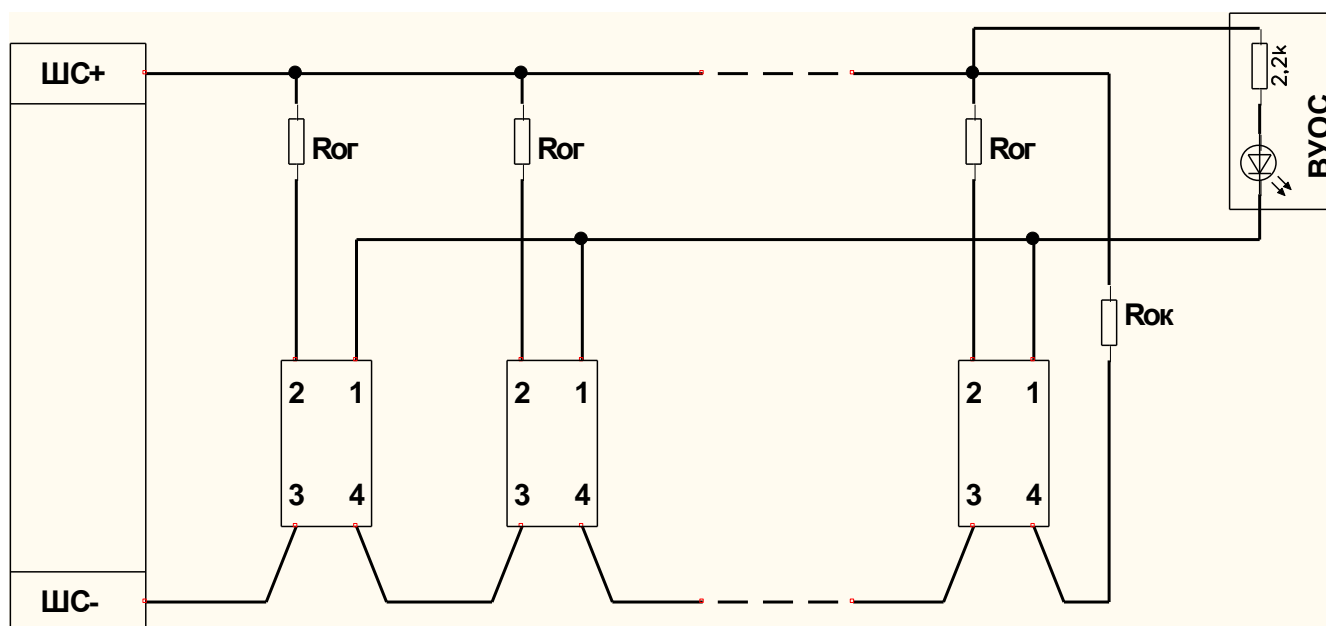

Рис. 6. Схема подключения ВУОС для группы извещателей, включенных в один шлейф.
5.8 Схема вывода группового сигнала ВУОС для извещателей, включенных в один шлейф пожарной сигнализации, приведена на рис. 6.